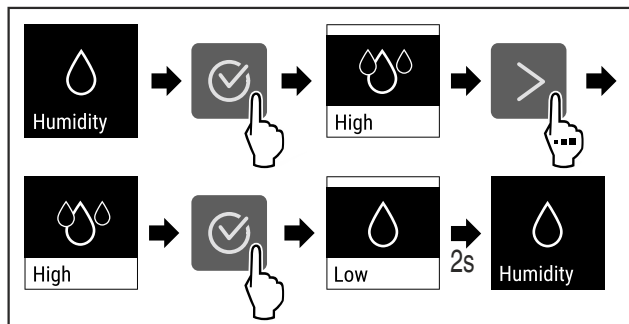

Fig. 75
- ▶ Proved'te akční kroky (viz Fig. 75).